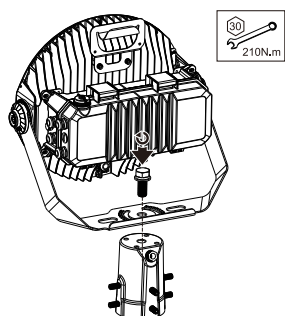

Fig. 15
2. Fixez le support à étrier au joint d'articulation en insérant le boulon de montage au centre du support à étrier. Serrez pour sécuriser (Fig. 15).